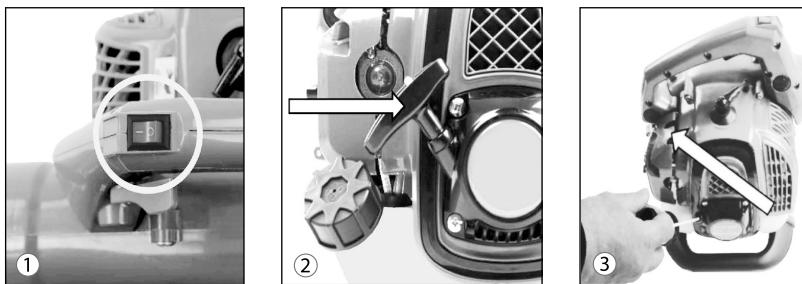

Fig. 7
1. Puneti alimentarea pe poziția (1) 'I' ON.
2. Trageti de mânerul de pornire cu recul (2) până ce simțiți o rezistență.
3. Odată ce simțiți rezistență, trageți rapid în sus mânerul de pornire cu recul (3) (Fig.7)